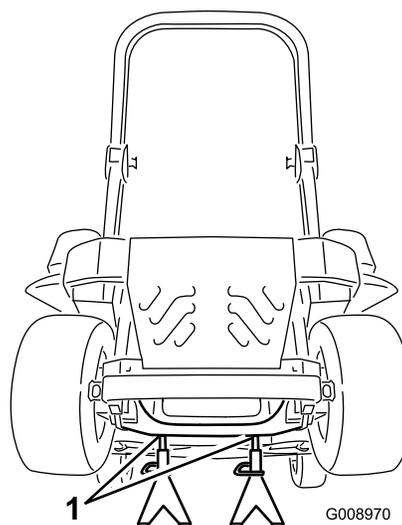

Рисунок 104
3. Поднимите машину и установите ее на подъемные опоры (Рисунок 104).
9. Удалите подъемные опоры и опустите машину (Рисунок 104).